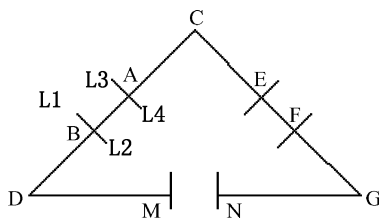
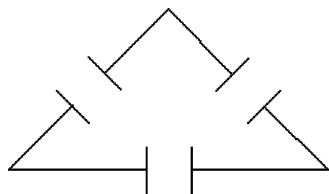

图 15-155 绘制斜线
图 15-156 电桥
(5) 单击“默认”选项卡“绘图”面板中的“直线”按钮, 在对象捕捉和极轴追踪绘图方式下, 捕捉 B 点为起点, 绘制一条与水平方向夹角为 135° 、长度为 5 的直线 $L1$ 。
(6) 镜像直线。单击“默认”选项卡“修改”面板中的“镜像”按钮, 选择直线 $L1$ 为镜像对象, 以直线 AB 为镜像线进行镜像操作, 绘制直线 $L2$ 。
(7) 单击“默认”选项卡“修改”面板中的“复制”按钮, 复制直线 $L1$ 和 $L2$, 得到直线 $L3$ 和 $L4$, 如图 15-155 所示。
(8) 采用相同的方法, 在 E 、 F 、 M 和 N 点绘制直线。
(9) 单击“默认”选项卡“修改”面板中的“删除”按钮, 删除直线 AB 和 EF , 得到如图 15-156 所示的图形, 完成电桥的绘制。